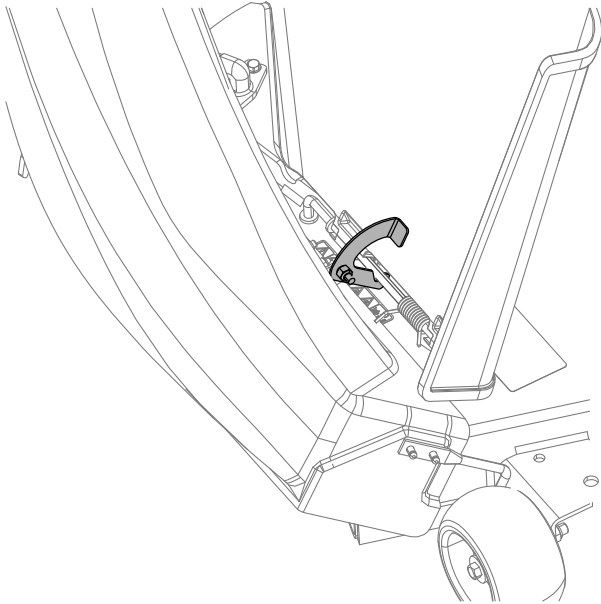
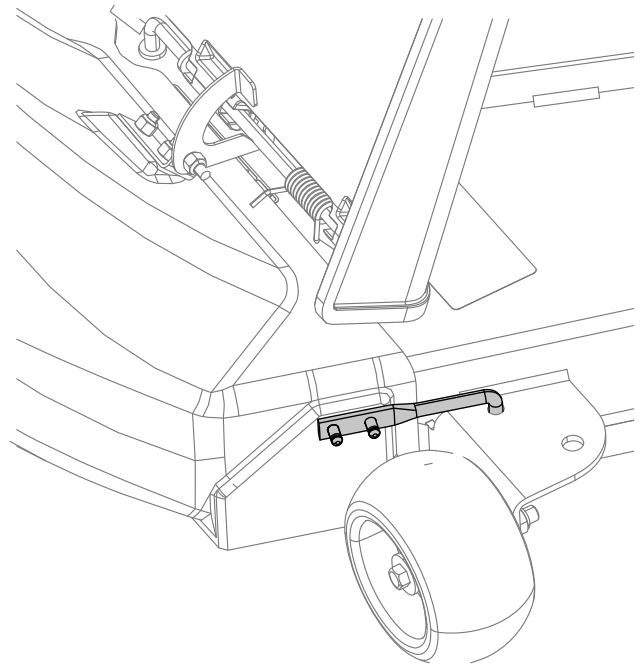

Figura 26
Figura 27
- Na parte superior da calha, engate o trinco em forma de gancho em torno da haste de articulação do conjunto do defletor (**Figura 26** e **Figura 27**).